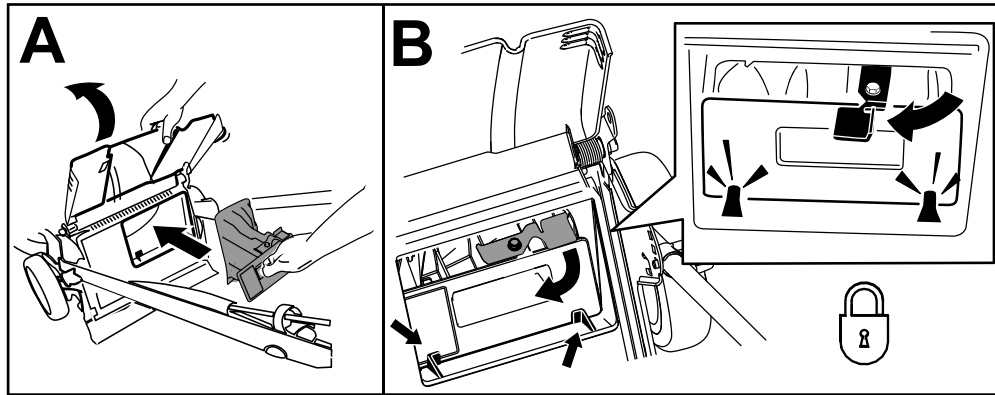

Figure 15
**Important:** Vérifiez que l'obturateur arrière est verrouillé en place. Pour verrouiller l'obturateur, relevez le volet arrière, appuyez fermement sur l'obturateur jusqu'à ce qu'il s'enclenche en position derrière les pattes (encadré A de la Figure 15), et tournez le levier situé sur l'obturateur vers la gauche (encadré B de la Figure 15).